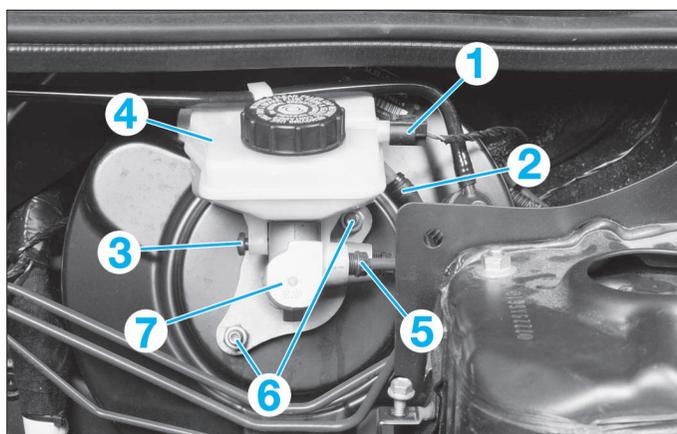

FIG. 18
- Débrancher le connecteur de niveau de liquide de frein (1) (Fig.18).